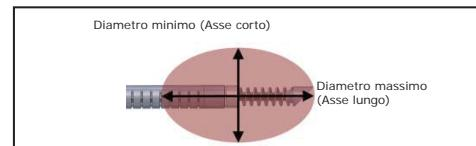

Figura 3: Area di ablazione e relative dimensioni
14. Impostare il livello di energia sul Generatore RF MetaSTAR al livello desiderato al fine di creare una distribuzione termica per il diametro massimo e minimo (vedere in Figura 3). Fare riferimento alle Istruzioni d'uso del Generatore RF MetaSTAR per il grafico del diametro di distribuzione termica mostrante il diametro massimo e minimo a vari livelli di energia.